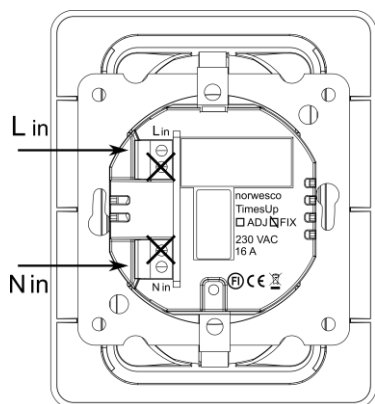

Bild 2
4. Anslut inkommande fas och nolla till ingående kopplingsplint, de yttersta anslutningarna på uttagets baksida märkta L in resp. N in . Se bild 2